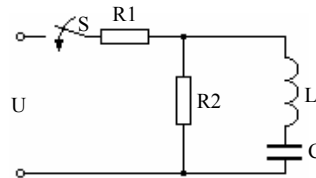

Рис. 15.6
**6. Исходные данные.** Цепь, изображенная на рис. 15.6, подключается к источнику с напряжением  $u = U_m \sin(\omega t + \psi)$  в момент времени, когда  $u(0) = kU_m$  (табл. 15.6).